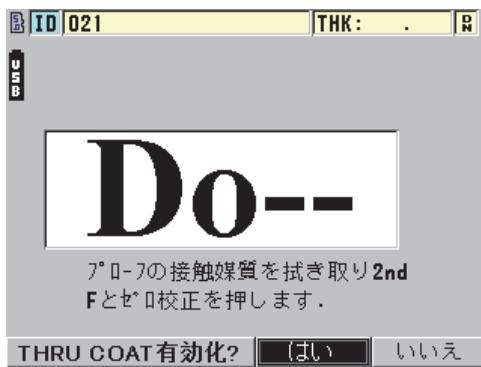

図 6-6 スルーコート設定ダイアログボックスを開く
4. **[2nd F]**、**【ゼロ校正】**（自動ゼロ調整）を押します（79 ページの図 6-6 参照）。